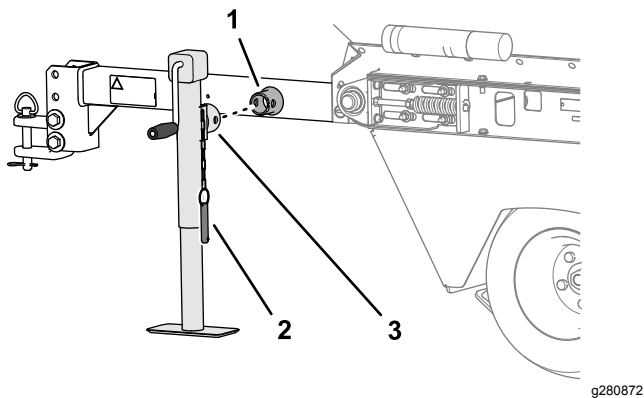

Figura 6
- Deslice el gato sobre el tubo de montaje de la barra de tracción (Figura 6).
2. Alinee los taladros del gato con los taladros del tubo de montaje y sujete el gato con el pasador (Figura 6).